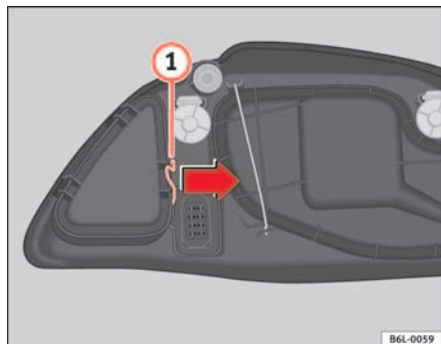

Fig. 146 Luz de población
- Desplace el tirante (1) ⇒ fig. 146 en el sentido de la flecha y retire la tapa.